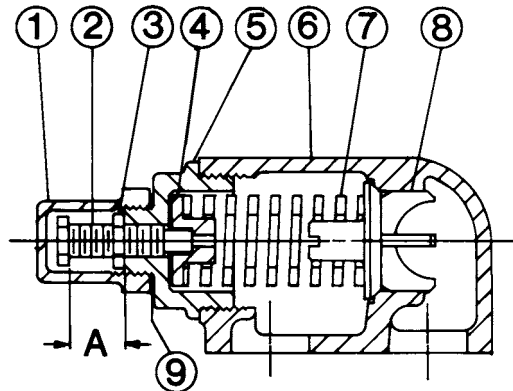

FIGURE 11
2. Mesurez et notez la longueur d'extension de la vis de réglage. Voir (A) Figure 11.